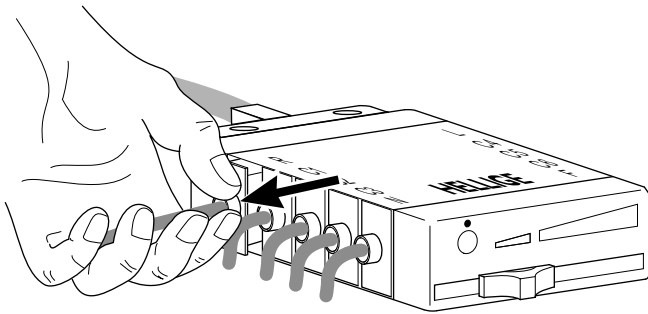

Figure 5-1. Remplacement des câbles d'électrodes
- \* Retirez le câble défectueux du distributeur d'électrodes. Ne tenez le câble qu'à la tubulure de raccordement (figure 5-1).
Tenez la fiche seulement comme illustré dans la figure 5-1. Enfichez-la sans forcer exagérément et veillez à ce qu'elle soit enfichée correctement. Sinon il y a un risque d'inétanchéité et de mauvais contacts. Veillez également à ne pas confondre les câbles. Les inscriptions sont imprimées sur la face supérieure du distributeur d'électrodes.